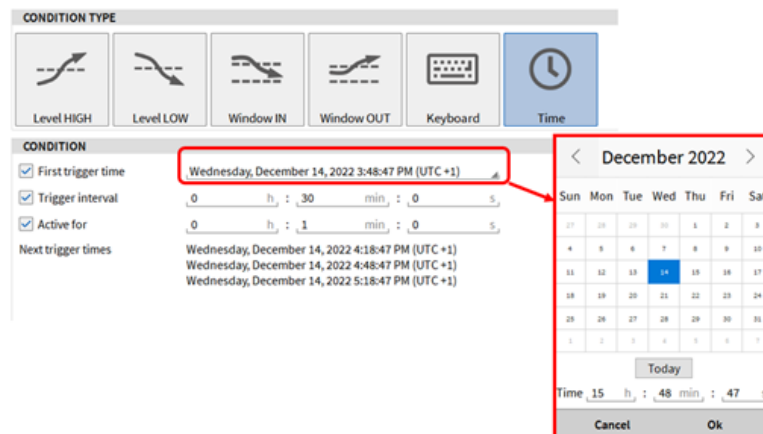
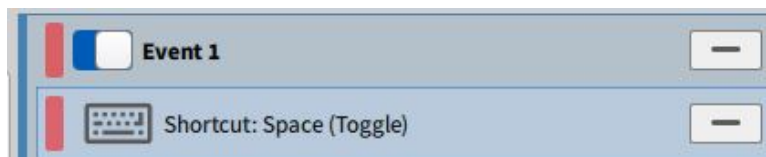

Abb. 9.11: Trigger auf Zeitabhängigkeit
Abb. 9.12: Trigger Menu - Additional information
- Zeit: Auslösen eines Ereignisses in Abhängigkeit einer Zeitbedingung. Im Beispiel in Abb. 9.11, wird das Ereignis alle 30 Minuten mit einer Dauer von 1 Minute ausgelöst, beginnend am Mittwoch, den 14. Dezember 2022 um 15:48:47 Uhr. Wenn die *Aktiv für* Option nicht aktiviert ist, ist das Ereignis für ein Sample-Intervall aktiv, z.B. für 1 ms wenn die Samplerate 1 kHz beträgt. Der Indikator (siehe ① in Abb. 9.12) wird nicht rot hervorgehoben, wenn die *Aktiv für* Option nicht aktiviert ist.
- Der rote Indikator zeigt, wenn das entsprechende Ereignis aktiv ist oder nicht (siehe ① in Abb. 9.12).
- Der blaue Schalter deaktiviert das Ereignis dauerhaft (siehe ② in Abb. 9.12).
- Der – Button löscht das Ereignis (siehe ③ in Abb. 9.12).